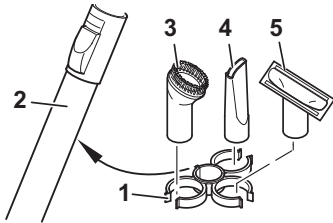

Abb. 5
5. Stecken Sie die Zubehörhalterung (Abb. 5/1) unterhalb der Teleskoprohr-Arretierung auf das Teleskoprohr (Abb. 5/2). Schieben Sie dann Möbelbürste (Abb. 5/3), Fugendüse (Abb. 5/4) und Polsterdüse (Abb. 5/5) auf die Aufnahmevorrichtungen.
■ Als **Zubehör** sind die Fugendüse, die Möbelbürste und die Polsterdüse im Lieferumfang enthalten. Sie können bei Nichtgebrauch an der Zubehörhalterung befestigt werden (Abb. 5/1).